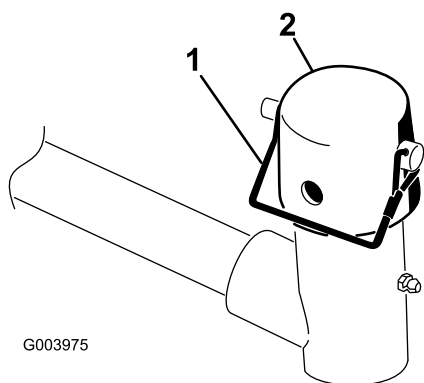

Рисунок 4
3. На каждом подъемном рычаге режущего блока снимите шплинт с кольцом, который крепит крышку к поворотной втулке подъемного рычага, и снимите крышку (Рисунок 4).